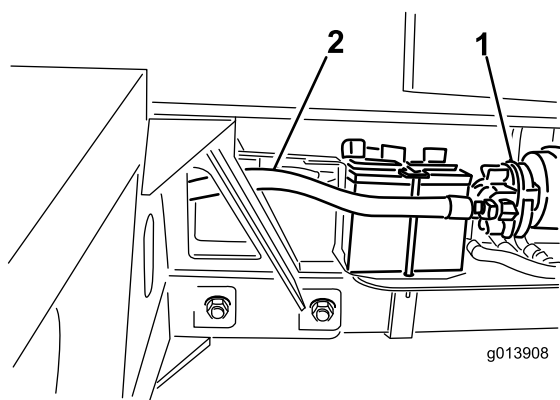

Figure 12
38. Raccordez le flexible hydraulique n° 4 au côté aspiration de la pompe hydraulique (**Figure 12**).